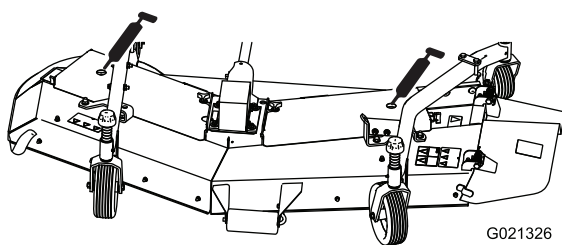

Figura 18
- Rolamentos do eixo da lâmina - 2 (Figura 18)